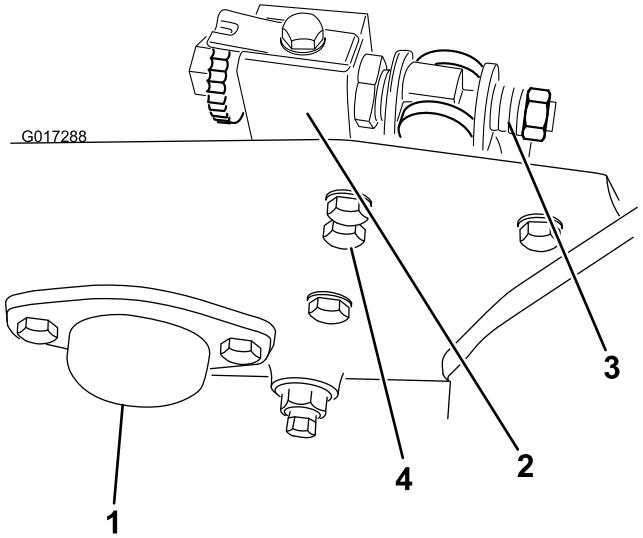

図 3
5. エンドキャップを左リールベアリングハウジングと機体のサイドプレートに固定しているキャップスクリュ (2本) とロックナットを外す。今後、グルーマを外した場合に備えて、これらのエンドキャップや取り付けねじは保管しておく (図 3)。
6. 7/8 インチの標準レンチを使用して、左右のベッドバーAJスタについているスプリングテンションねじをゆるめる (図 3)。スラストワッシャがベッドバーに押し付けられなくなるまでスプリングをゆるめる。
7. 左ベッドバー調整フレームをサイドプレートに固定しているキャップスクリュ (2本) とワッシャを外す (図 3)。